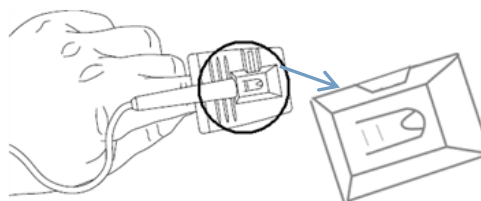

Figura 2 Sonda in gomma da dito
3. Per la sonda SpO₂ in gomma da dito per adulti, inserire un dito (è preferibile il dito indice, ma il medio o l'anulare con una lunghezza adeguata dell'unghia vanno bene) nella sonda secondo il simbolo posto sul cappuccio della sonda, come mostrato nella figura 2. Si prega di notare che il dito deve essere inserito abbastanza in profondità da far sì che
4. La sonda SpO₂ Universale a Y con fascia in gomma può essere avvolta attorno un dito o alla pianta del piede (specialmente in caso di neonati). Questa sonda viene mostrata nella figura 2 nel suo stato aperto, la fascia in gomma può essere rimossa dalla sonda a Y per la pulizia, il sistema di fissaggio della fascia può essere regolato per allineare la sonda e garantire una corretta aderenza. Posizionare la sonda a Y nella sua sede all'interno della fascia aperta prima di avvolgerla intorno al dito o alla pianta del piede. Quando viene utilizzata su un dito, inserire il dito all'interno della fascia in modo che si trovi tra i due lati della sonda a Y, quindi avvolgere la fascia attorno alla sonda come mostrato in Figura 4(A). Quando viene utilizzata sulla pianta del piede, posizionare la pianta del piede all'interno della fascia, quindi avvolgerla attorno al piede e stringerla con la forza adeguata come mostrato in Figura 4(B); si raccomanda vivamente di utilizzare garza autoadesiva per assicurare il cavo della sonda in prossimità del sito di misurazione, in modo da evitare movimenti tra la sonda e l'area misurata e garantire una maggior qualità del segnale.